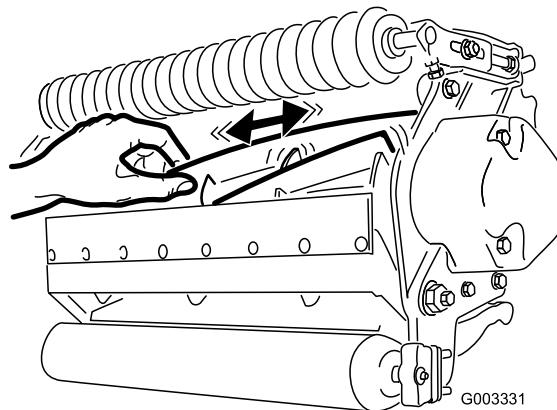

図27
2. ボロ布を厚く巻くか丈夫なパッドのついた手袋をして、カッティングユニットの刃の部分をつかみ、リールを左右に搖すってガタがあるかどうかを調べる(図27)。